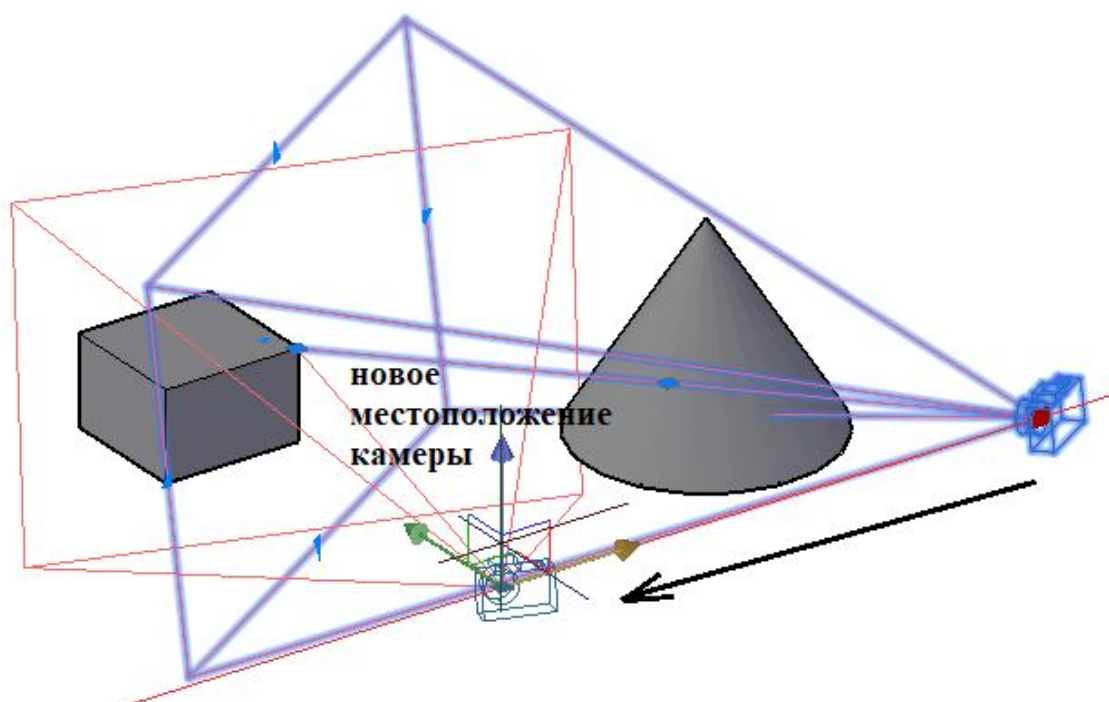

Рисунок 3.108 – Процесс изменения местоположения камеры относительно одной из осей
2. Сделать активной необходимую ось системы координат камеры, выполнив щелчек ЛКМ по оси и перетащить в этом направлении камеру (рис. 3.108).